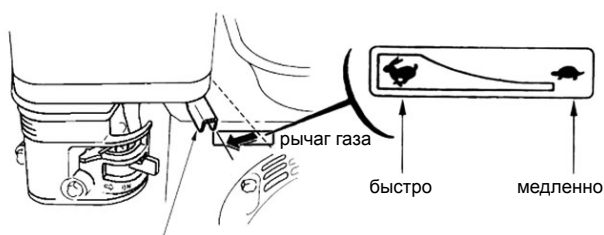

Рис.32
3. Отодвиньте рычаг газа на 1/3 влево к положению быстро (Рис.32).